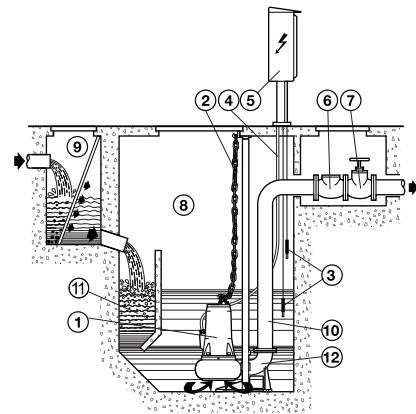

Fig. 6
- fissa con l'elettropompa posizionata sul piede di sostegno bloccato sul fondo del pozzetto o vasca di raccolta (fig. 6).
5.2.2 INSTALLAZIONE FISSA CON AGGANCO AUTOMATICO SUL PIEDE DI SOSTEGNO (FIG. 6)
Durante il funzionamento l'elettropompa deve risultare completamente immersa nel liquido pompato. Per le elettropompe sprovviste di interruttore automatico a galleggiante incorporato, si rende necessaria l'installazione di un sistema di controllo a sonde (fig. 6) o a galleggiante o altre apparecchiature che assicurino il minimo livello del liquido e che proteggano l'elettropompa contro la marcia a secco.